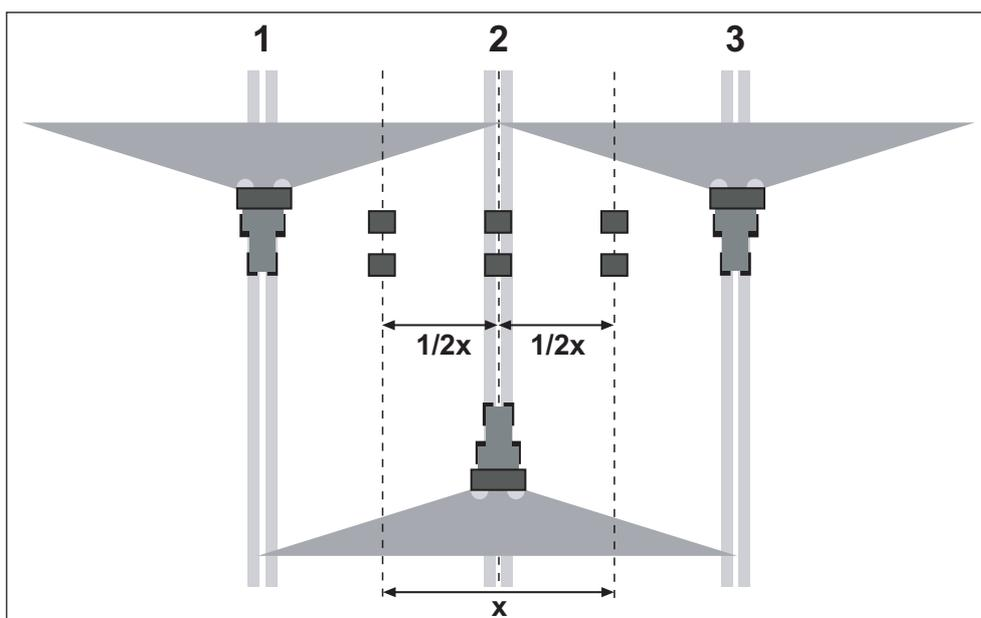

Imagen 7.28: Disposición para tres pasadas
- Colocar dos bandejas colectoras a una distancia de **1 m** una detrás de otra en las zonas de solapamiento y en el carril central (según imagen 7.28).